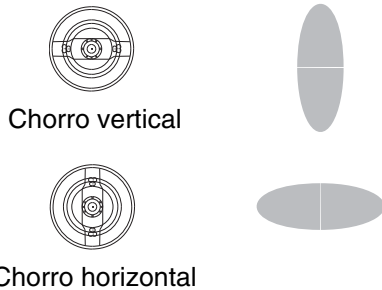

FIG. 18. Posiciones del cabezal de aire
3. Afloje el anillo de retención del cabezal de aire y gire este último para un chorro de pulverización vertical u horizontal. Consulte FIG. 18.